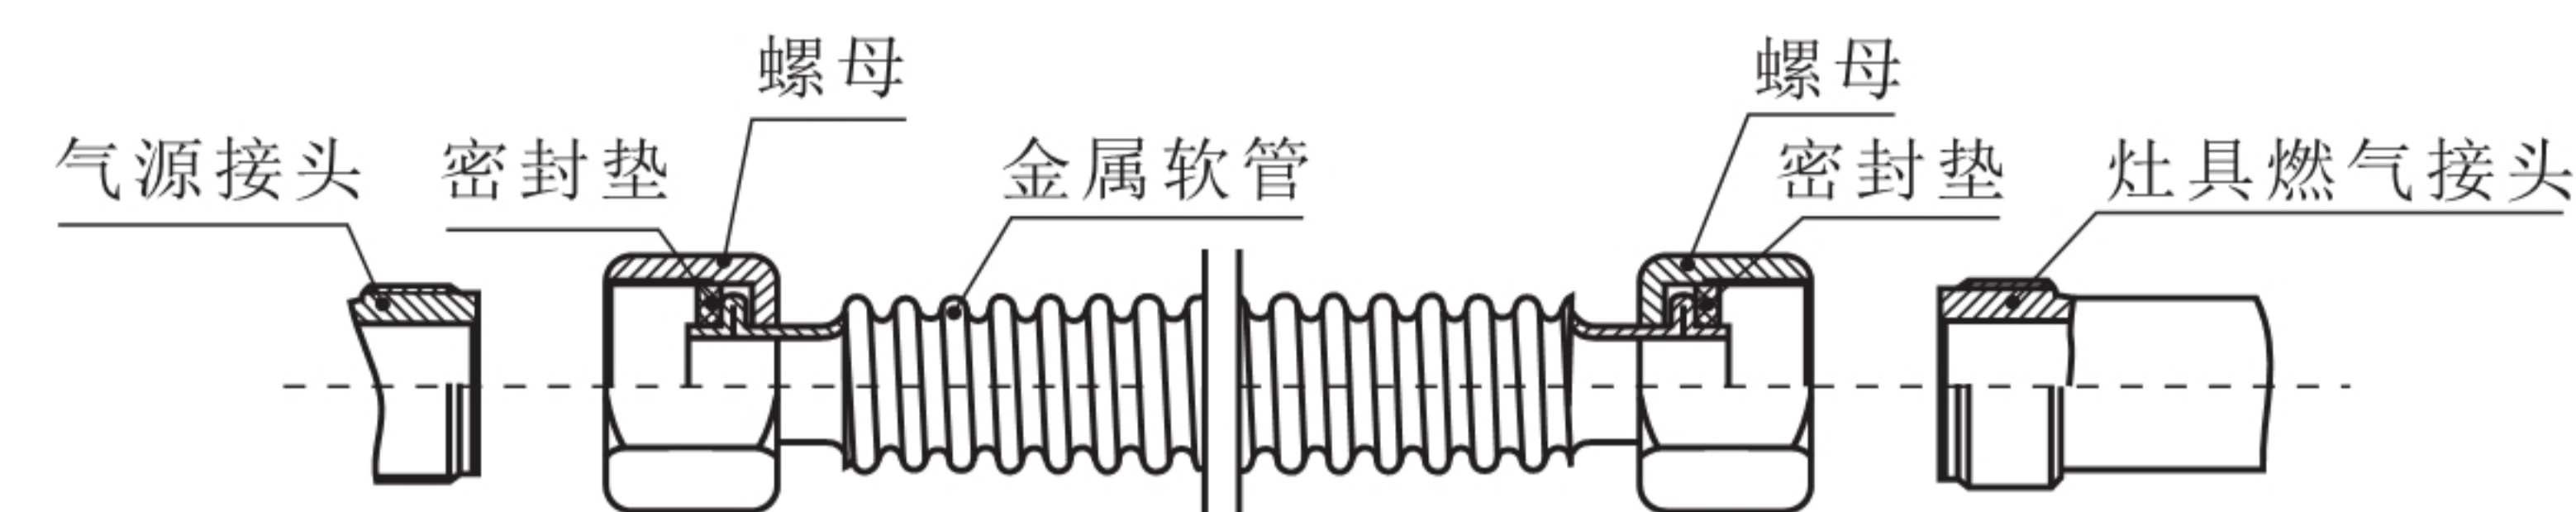

图5
- 2)使用金属软管连接的灶具：清理干净进气口，在金属软管两端的螺母内分别装入密封垫，将螺母拧紧在气源接头和灶具燃气接头上（如图5所示）。